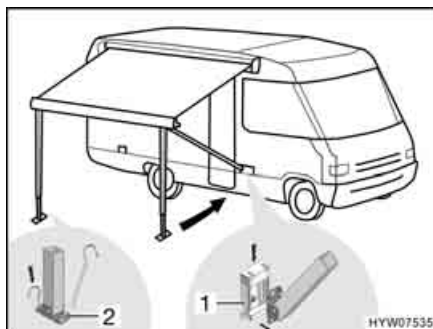

Fig. 33 Fissaggio dei montanti di supporto
- Incastrare i montanti di supporto nei supporti (Fig. 33,1) sul veicolo oppure fissarli sul terreno con dei puntelli (Fig. 33,2).